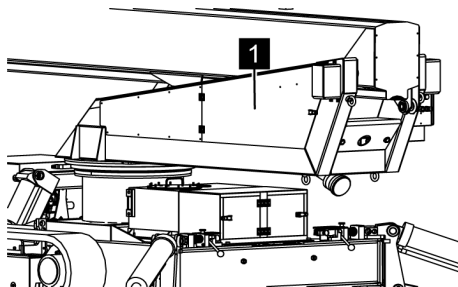

Fig. 121: Porte du support du bras élévateur
2. → Ouvrir la porte (Voir la Fig. 121/1) du support du bras élévateur.